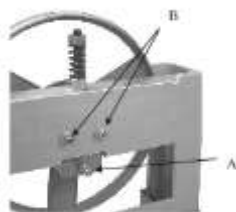

Рисунок 8
1. Ослабьте болты (Рис. 8А).
2. Отрегулируйте две гайки (Рис. 8В) до тех пор, пока лезвия не будут перемещаться по центру колеса.
3. Затяните болты (Рис. 8А).